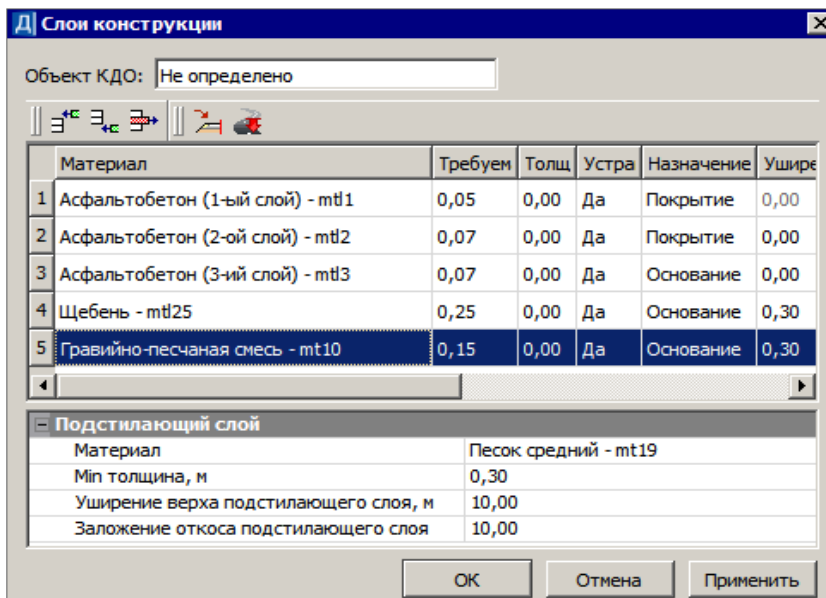

Рис. 19.16
Материал, минимальная толщина, уширение верха и заложение откоса подстилающего слоя записываются в параметры ПС в диалоговом окне **Слой конструкции** (рис. 19.16):
Если после выбора объекта КДО выполнено его редактирование, то появится сообщение, что конструкция стала индивидуальной, а в поле **Объект КДО** отобразится значение *Не определено* (рис. 19.16).
- В строке **Слой 1-й полосы движения** при помощи кнопки  откройте диалог **Слой конструкции** и скорректируйте толщины заданных слоёв согласно рис. 19.16.
- Добавьте ещё один слой основания. Для этого укажите курсором последнюю строку (Щебень) и нажмите кнопку **Вставить строку после текущей**  (рис. 19.16).
- Уточните параметры слоя: Требуемая толщина, Назначение слоя, Уширение верха слева/справа (относительно вышележащего слоя), Заложение откоса слева/ справа (рис. 19.16).